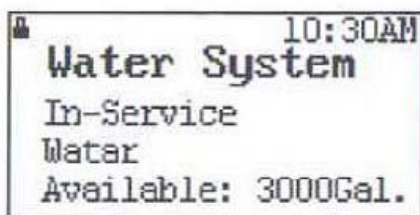

Bild 11.1.1
- Wasservolumen, das noch zur Regeneration bestimmt ist (Bild 11.1.1.)